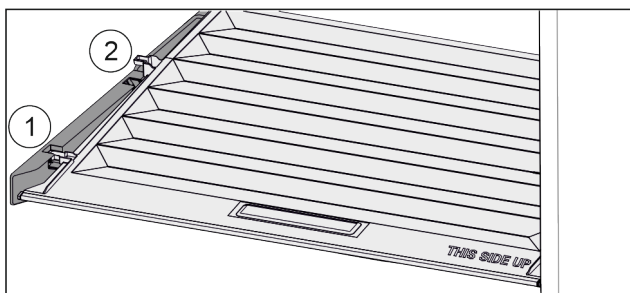

Fig. 115
- ▶ Træk dækslet fremad til åbning i holdedelen Fig. 115 (1).
- ▶ Løft nedefra og bevæg det opad og ud Fig. 115 (2).